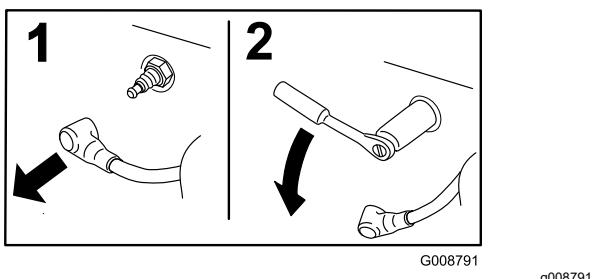

Figure 45
5. Détachez les capuchons des bougies (Figure 45).